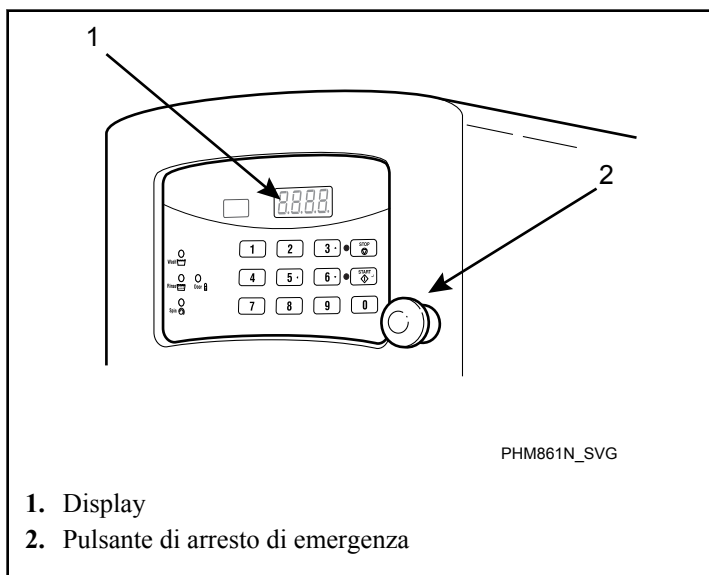

Figura 39
9. Il pulsante di arresto d'emergenza (vedere la *Figura 39*) deve venire premuto per arrestare il funzionamento della macchina in presenza di condizioni non sicure durante il funzionamento della macchina.